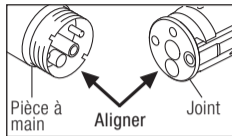

Fig. 48
- 4 Montez le joint dans la pièce à main. Assurez-vous que le tuyau est aligné. (Fig. 48).